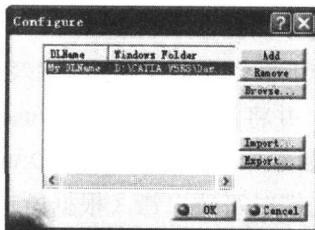

图 1-7 设置 DLName
- Document Environment 用来设置文档存取的环境,包含 Folder 和 DLName 两项。Folder 表示在打开和存取时使用文件夹方式(绝对路径方式),这是默认方式。当选中 Folder 选项时,对话框右边的 4 个按钮都是灰色,表示 Folder 方式是当前使用的方式。此时若选中 DLName 选项, Allowed 和 Configure... 按钮可用。DLName 表示使用逻辑路径方式,即把用户用 Configure... 设定的路径保存为一个逻辑名称,比如 DLName1,当用户打开和保存文档时,显示的将是 DLName 名称。下面我们来讲解 DLName 的使用方法。首先选中 DLName 选项,单击 Configure... 按钮,设置要打开和保存文档的路径,如图 1-7 所示。